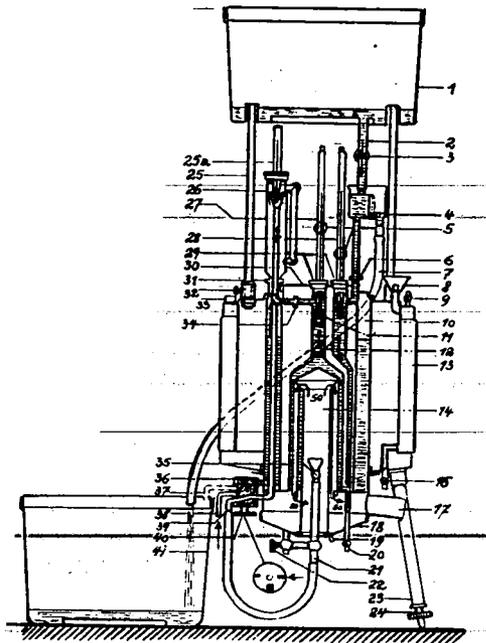

Fig. 2
Entleerungshahn 2o unten am Kalorimeter öffnen (Fig. 2): Wenn kein Wasser mehr austritt, Apparat wieder etwas seitwärts kippen.
**Fig. 5. Stellung II.** Während einer Heizwertbestimmung (vgl. Fig. 2). Das Wasser läuft aus Behälter 1 in das Kalorimeter und drückt das Gas in den Brenner. Überschüssiges Wasser läuft in Behälter 41.